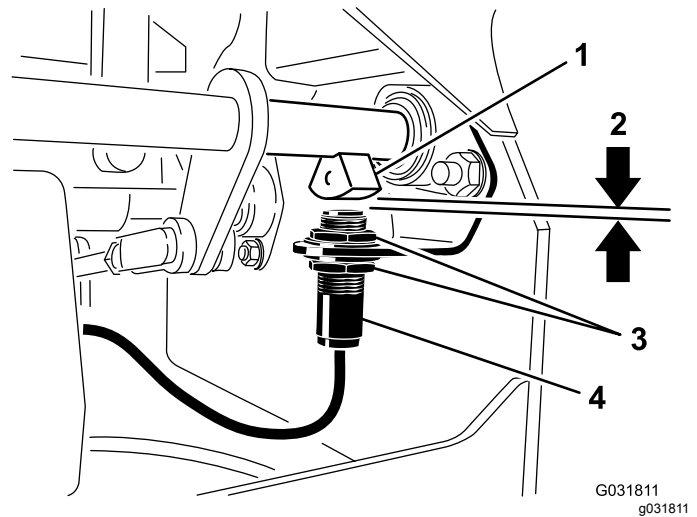

Bild 44
4. Schieben Sie den Schalter an der Halterung nach oben oder unten, bis der Abstand zwischen dem Bremswellensensor und dem Schalterplunger 4 mm beträgt, wie in Bild 44 abgebildet.